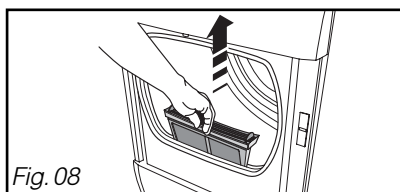

Fig. 08
– Enlevez-le de son logement en tirant de bas en haut (Fig. 08)